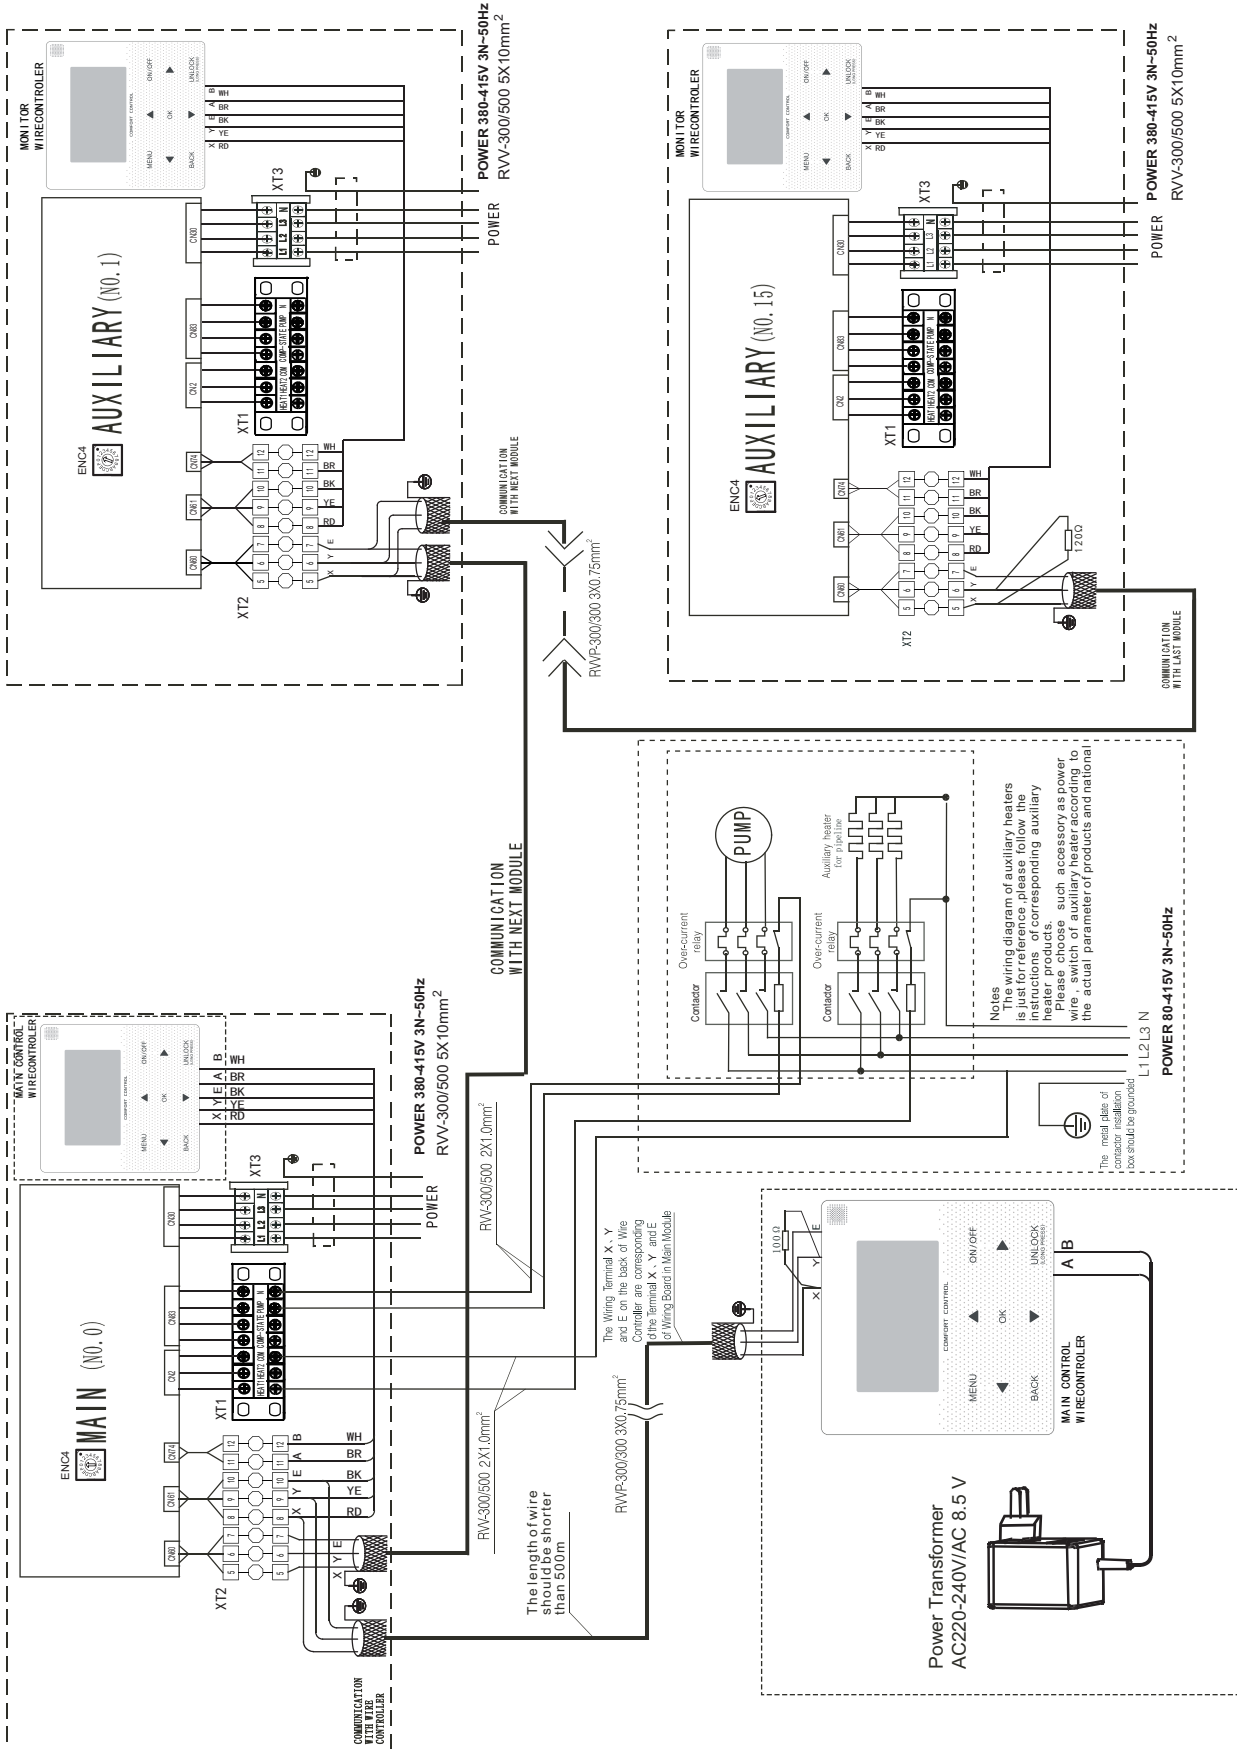

Fig. 8-18 Diagrama esquemático de la red de comunicación entre la unidad maestra y la unidad auxiliar en el modelo HTW-MCSU30MRN8LR32
c) Las unidades deben incorporar un control principal (consulte el diagrama de cableado de la Fig. 8-18).